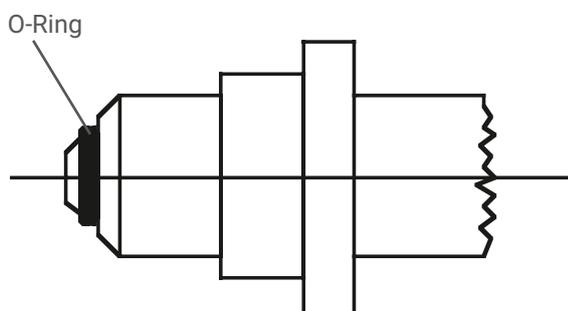

Abb. 8.10 300 bar
- 6.1.6 Die Anschlussgewinde und Anschlussflächen der Flaschenventile sowie die Dichtringe der Handanschlüsse auf einwandfreien Zustand und Sitz prüfen (siehe Abb. 8.10 / 8.11). Schlauchleitungen/ Spiralrohre mit Handanschluss (O-Ringdichtung) ohne Werkzeug handfest an die Flaschenventile anschließen. Vor dem Anschließen der Schlauchleitung/ Spiralrohr ist das Flaschenventil 1x kurz zu öffnen und wieder zu schließen, um eventuell vorhandene Schmutzteilchen auszublasen. Dabei nicht vor der Austrittsöffnung des Ventils (7) stehen und darauf achten, dass durch das austretende Gas keine Gefährdung entsteht. Für gute Belüftung ist zu sorgen. Das Ausblasen ist bei brennbaren, korrosiven, toxischen und reizenden Gase nicht durchzuführen.